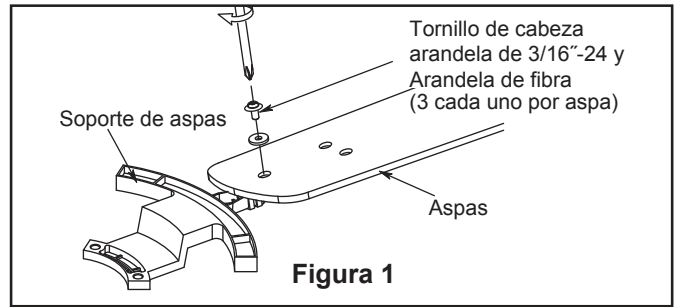

Figura 1
1. Para configurar el código de unidad del receptor. Deslice los interruptores de código a las mismas posiciones que en el transmisor. (Figura 1)
1. Instale la cubierta rotando la ranura clave en la cubierta sobre el tornillo de hombro del soporte del gancho, teniendo cuidado de no pillar los cables. Fije el tornillo de hombro. Instale adecuadamente y fije el segundo tornillo de hombro que fue anteriormente guardado. (Figura 1)
1. Coloque el asa sobre el soporte de aspas con los pilotes roscados a la vista. Asegúrese de que la parte inferior del asa se encuentre bien apoyada sobre el soporte. Con un destornillador Phillips, fije los tornillos con cabeza de arandela de 3/16"-24 para asegurar la placa en el brazo de sujeción de las palas. (Figura 1)